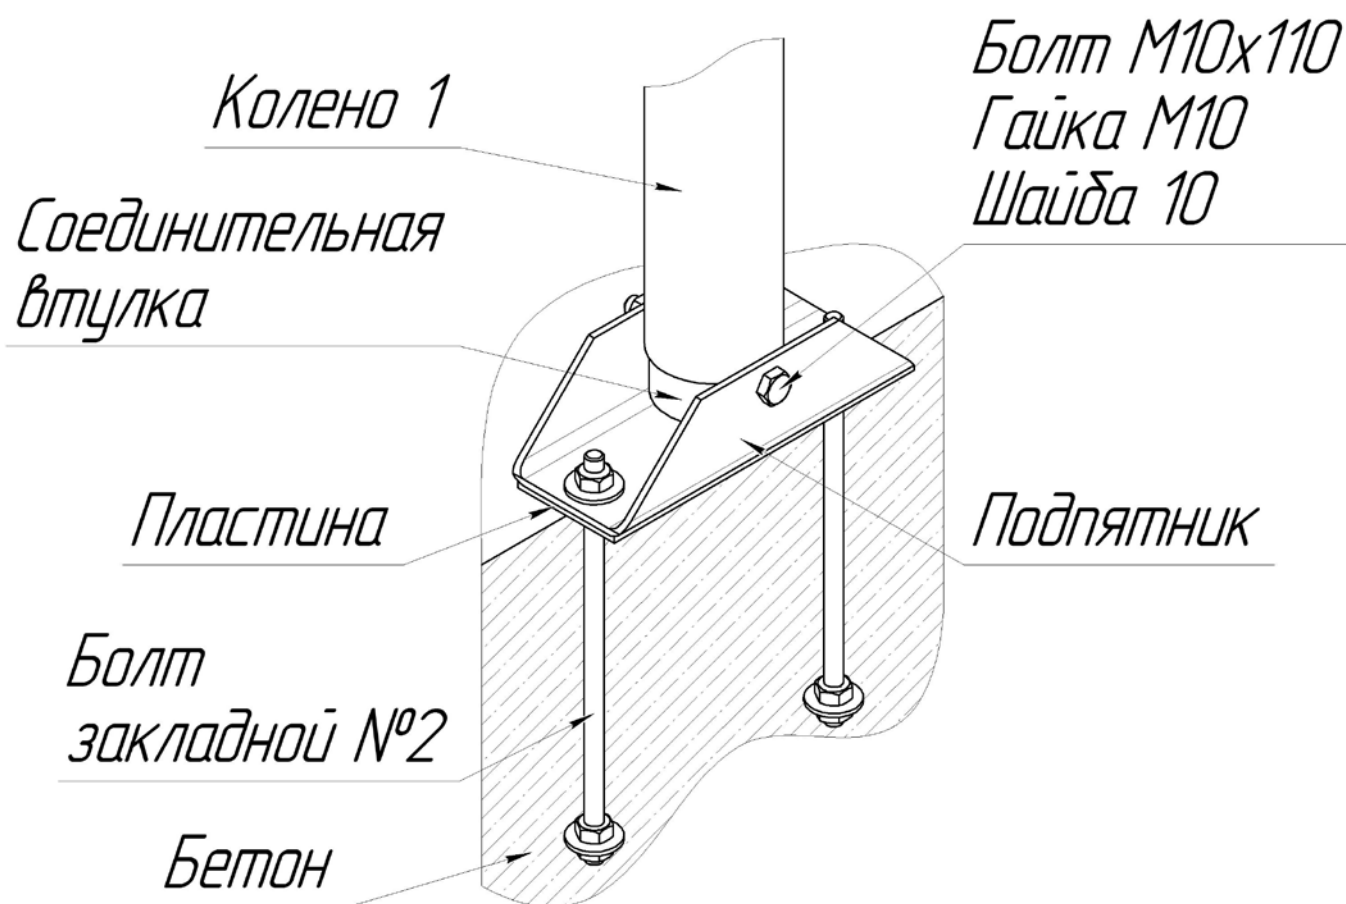

Рисунок 2 – Установка подпятника и колена 1
3.3 Колено 1 и колено 2 мачты выполнены из алюминиевой трубы диаметром 70 мм и длиной 3000 мм. Колено 3 выполнены из алюминиевой трубы диаметром 50 мм и длиной 3000 мм. В коленях 1 и 2 на одном из концов трубы закреплена соединительная втулка. На противоположном конце трубы имеются отверстия, в которые при сборке устанавливаются болты М10х90, закреплённый гайкой и шайбами с наружи следующего колена. Колено 1 (отличается отсутствием отверстий в основание трубы) устанавливается в соединительную втулку, которая крепится с помощью болта М10х100, шайб и гайки к подпятнику (рисунок 2).
3.4 Подпятник Комплекта фиксируется на грунте с помощью, закладных болтов №2 и пластины. Пластина устанавливается на закладные болты для формирования межцентрового расстояния. Закладные болты бетонируются. После затвердевания бетона поверх пластины устанавливается подпятник и фиксируется гайками из состава закладных болтов (рисунок 2).
6.1.8 Закрепить подпятник на закладных болтах №2 (рисунок 2).
6.1.9 Установить колено 1 на соединительную втулку подпятника (рисунок 2).